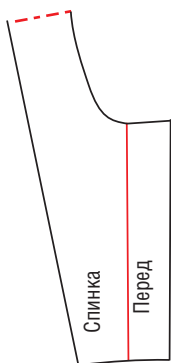

Рис. 3
① Для этого типа верхней одежды, которая часто носится поверх пиджака, рекомендуется снять мерку ширины плеча, включая окат (см. рис. 3 на с. 13). Если выкройка делается на основе стандартных мерок, то окат, как правило, не учитывается, и ширина плеча (или спины) подразумевает расстояние между косточками оконечности плеч. Поэтому к стандартной ширине плеча необходимо прибавить 3–5 см в зависимости от размерности и особенностей телосложения.